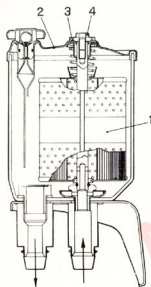

Fig. 10.4. - Depósitos de aceite
- Sustituir el filtro del depósito de aceite (fig. 10.4).
6) Cambio del filtro del depósito de aceite (fig. 10.4)